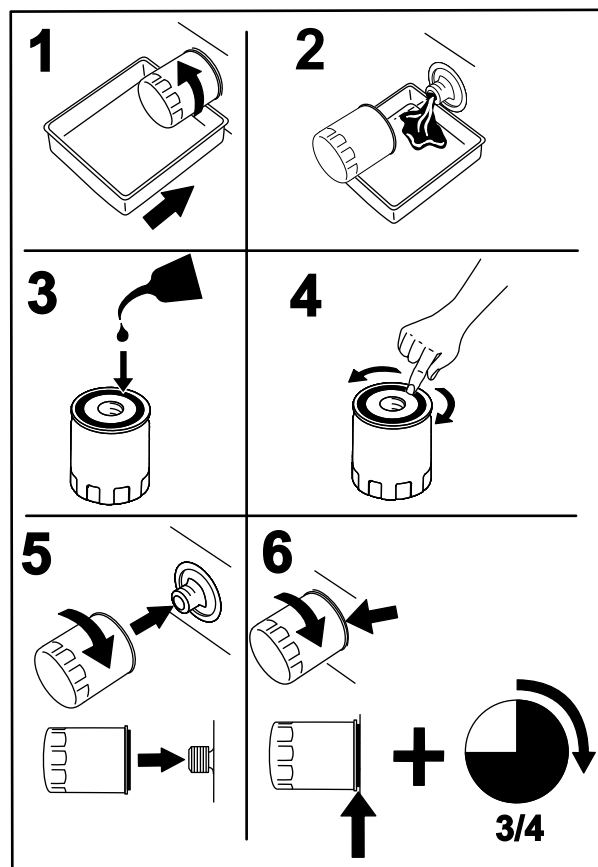

Figure 41
- Remplacez le filtre à huile moteur (Figure 41).